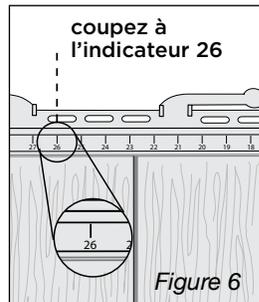

Figure 6
7. Coupez 26 po (66,04 cm) du côté droit du panneau S7 au niveau de l'indicateur 26, situé sur le crochet en dessous des fentes de clouage, en coupant tout droit à travers le panneau (figure 6). Percez un trou de 3/16 po (0,48 cm) au centre de la bande de clouage et clouez les bardeaux à travers ce trou pour contrôler le sens de l'expansion et de la contraction.